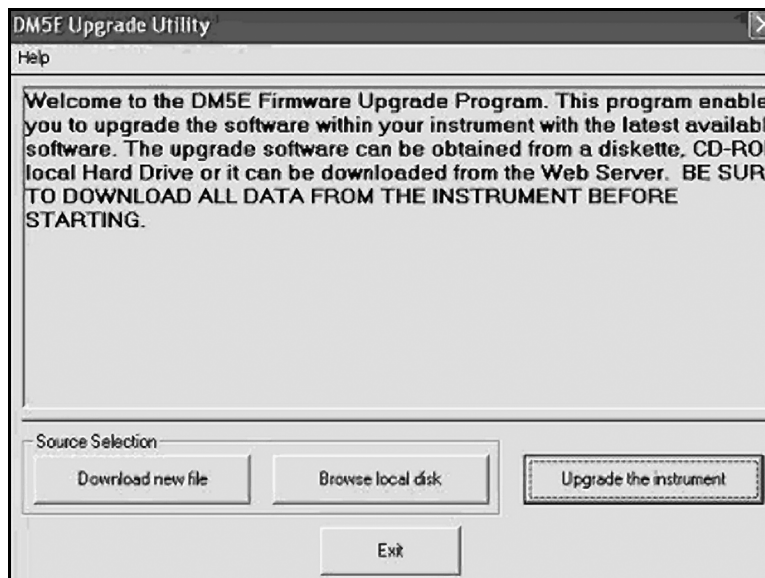

Abbildung 22: Parametereinstellungen ändern
2. Führen Sie das *Upgrade-Dienstprogramm* über das Programmmenü Ihres PC aus. Bei einem typischen Windows-Betriebssystem klicken Sie hierzu auf die Schaltfläche START, dann auf AUSFÜHREN. Wählen Sie dann PROGRAMME und anschließend das DM5E-Upgrade-Dienstprogramm aus (siehe *Abbildung 22 auf Seite 68*).